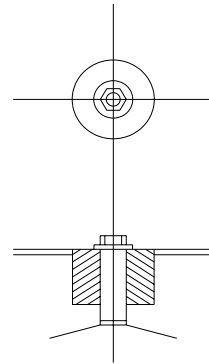

Рис. 13
3. ЗАМЕНА ЛОПАСТИ ВЕНТИЛЯТОРА (рис. 13)